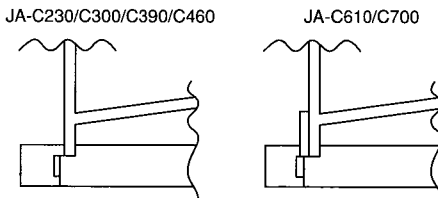

図6 ボウルクラップの正しい取付け
※ (取付けは図6を参照してください)
4. Tighten securely with attention paid to mounting of all bowl clamps. (See figure 6 for mounting.)